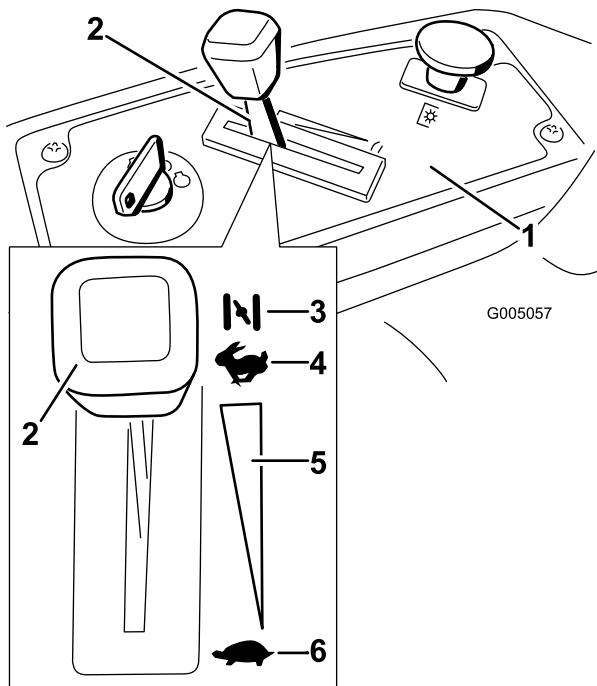

Figure 12
3. Placez la manette d'accélérateur en position Starter pour démarrer à froid (Figure 12).
5. Lorsque le moteur a démarré, amenez progressivement la manette d'accélérateur en position de Haut régime (Figure 12). Si le moteur cale ou hésite, ramenez la manette d'accélérateur en position de starter pendant quelques secondes. Répétez l'opération si nécessaire.
3. Tournez la clé de contact à la position contact coupé (Figure 12) et enlevez-la.